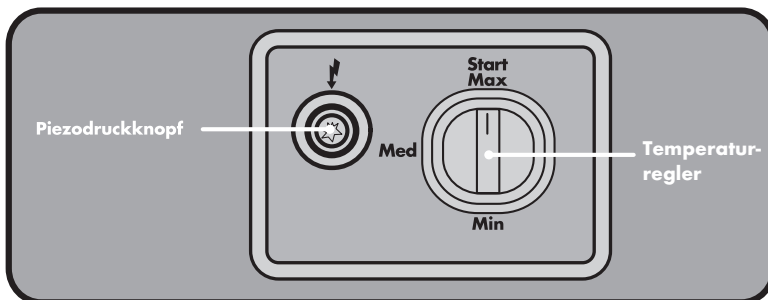

Abb. 5: Bedienfeld
2. Vergewissern Sie sich, dass der Drehknopf am Bedienfeld auf der Position START MAX steht. Sollte dies nicht der Fall sein, drücken Sie den Drehknopf leicht nach unten und drehen ihn auf die Position START MAX (siehe Abb. 5)
- Betätigen Sie dann bei gleichzeitig gedrücktem Drehknopf den Piezodruckknopf mehrmals hintereinander, um die Wächterflamme zu entzünden (siehe Abb. 5). Ist die Wächterflamme sichtbar, halten Sie den Drehknopf weitere 15-20 Sekunden lang gedrückt, solange bis die Flamme ein Mal über die komplette Katalytmatte gelaufen ist.